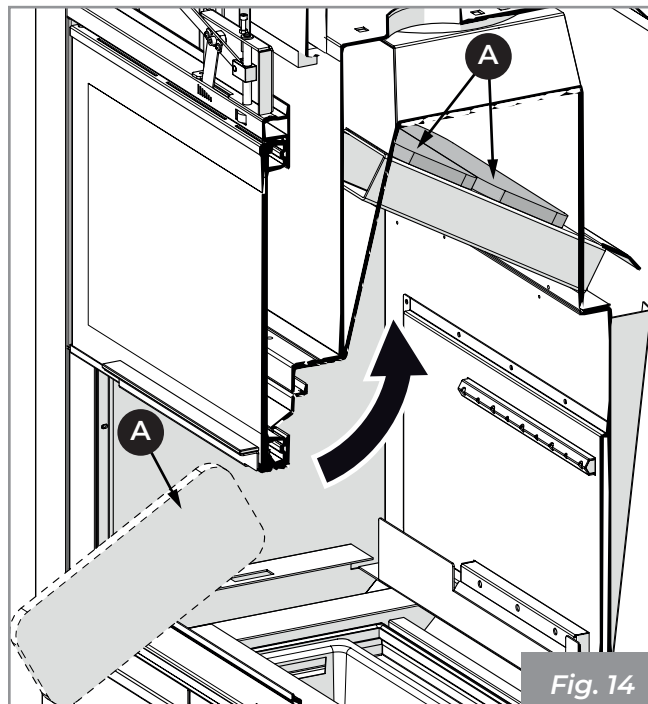

Fig. 14
- 1) Posicionar los dos deflectores superiores (A) (Fig. 14).